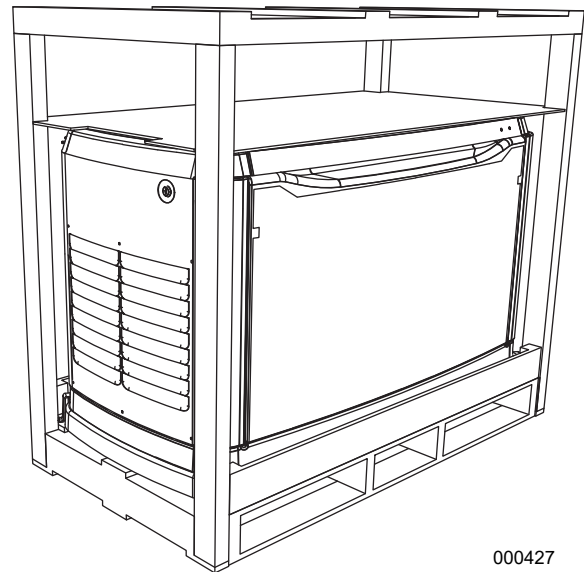

Figura 2-1. Gerador em engradado
2. Consulte **Figura 2-1**. Remova a estrutura de madeira.